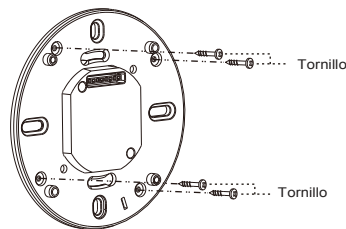

FIG. 15
3.4.3.4 Inserte 4 tornillos que no se caigan en los orificios para tornillos correspondientes en la placa de fijación del detector, y esos 4 tornillos no se caerán para facilitar las instalaciones posteriores (consulte la FIG. 15).